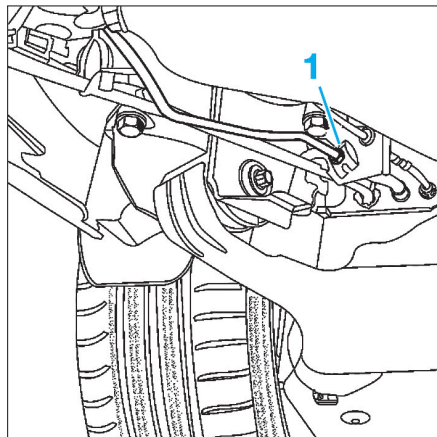

FIG. 23
- Dégrafer les câbles de frein de stationnement (1) et les dégager du train arrière, après avoir repéré leur cheminement (Fig.23).